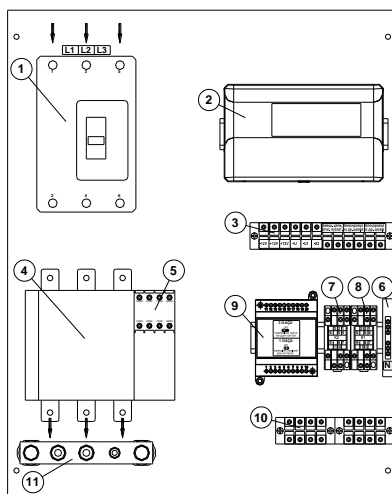

Рис. 3. Внешний вид монтажной панели исполнения ШУЭ-55-ХРА6
- сетевого автоматического выключателя типа ВА-47-19 или аналогичного (1) (см. рисунки 2,3);
- модуля неадресных шлейфов МШ4 (2);
- пускателя электромагнитного серии ПМЛ или аналогичного (4);
- приставки к пускателю (5);
- клеммной колодки (6), объединяющей нейтраль (N) внутри ШУЭ;
- модуля контроля фаз (9);
- шины подключения нейтрали внешней нагрузки ШУЭ-55-ХРА6 (11) (см. рисунок 3);
Для ШУЭ-55-ХРА6 подключить ноль электрической сети переменного тока (N) и нулевой провод внешней нагрузки к шине подключения нейтрали внешней нагрузки (11) (см. рисунок 3).